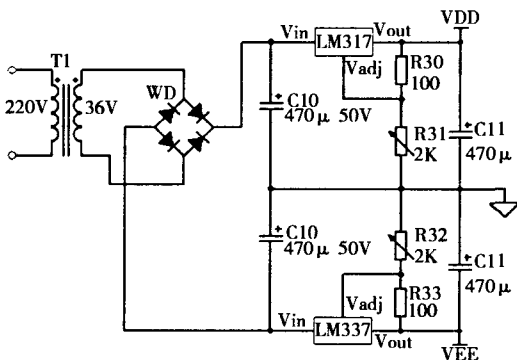

图 4 PWM 数模转换电源电路
(2) PWM 数模转换电源电路如图 4 所示,由 LM317、LM337 产生对称正负电源。